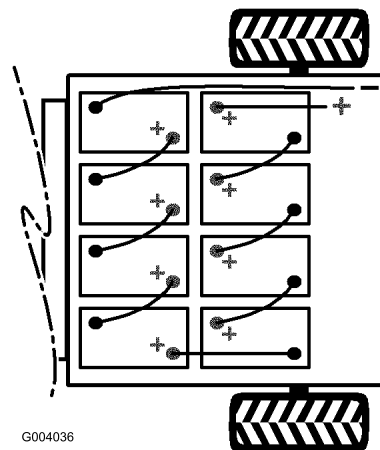

Figura 29
2. Scollegate dal polo della batteria il cavo nero, lungo, negativo principale che collega la serie di batterie al veicolo (Figura 29).
3. Scollegate dal polo della batteria il cavo rosso, lungo, positivo principale che collega la serie di batterie al veicolo (Figura 29).
Nota: Prestate attenzione alla polarità delle batterie quando montate le batterie nuove (Figura 29).
9. Collegate tutte le batterie utilizzando i cavi precedentemente scollegati, come illustrato in Figura 29.
10. Collegate il cavo rosso, lungo, positivo principale tra la serie di batterie ed il veicolo (Figura 29).
11. Collegate il cavo nero, lungo, negativo principale tra la serie di batterie ed il veicolo (Figura 29).